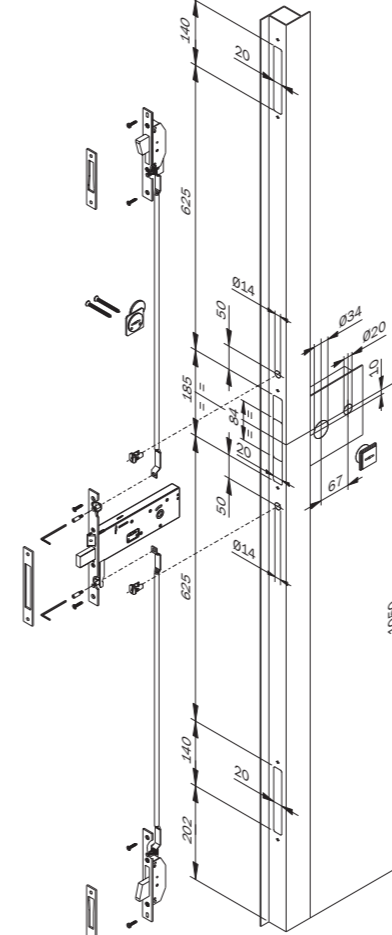

Fig. B1
- 1) Eseguire le lavorazioni per la serratura, per i deviatori e i 2 fori Ø 14 per le boccole guida aste. Fig. B1/B2
- 1) Perform the work for the lock, the swing bolts and the 2 Ø 14 holes for the rod guide bushes Fig. B1/B2.
- 1) Exécuter les travaux de préparation de la serrure, les pènes basculants supplémentaires ainsi que les 2 trous Ø 14 pour les anneaux guide de tringle Fig. B1/B2.
- 1) Efectuar las operaciones necesarias para preparar la cerradura, los desviadores y los 2 agujeros Ø 14 para los bujes guía varillas Fig. B1/B2.